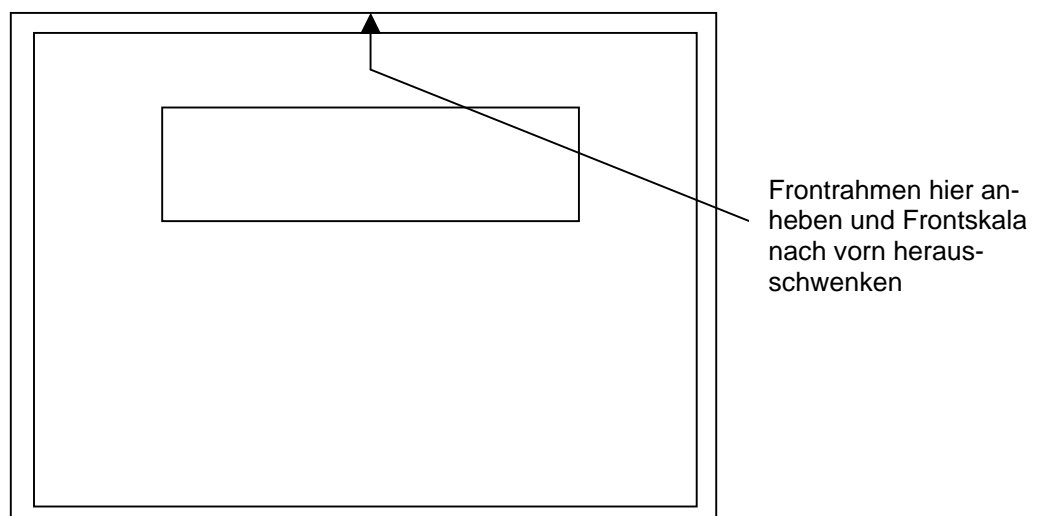

Abb. 3-1 Entfernen der Frontskala
- Frontskala des Reglers entfernen (Frontskala oben mittig mit einem kleinen Schraubendreher aushebeln und nach vorn herauschwenken, dann unten ausheben, siehe Abbildung 3-1)
- Frontskala des Reglers entfernen (Frontskala oben mittig mit einem kleinen Schraubendreher aushebeln und nach vorn herausschwenken, dann unten ausheben, siehe Abbildung 3-1)